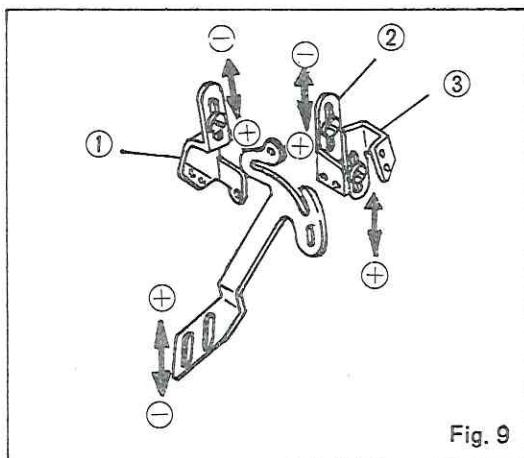

Fig. 9
- Ecrou de tension ① Contrôle le fil de l'aiguille du point surjet
- Ecrou de tension ② Contrôle le fil du boucleur supérieur
- Ecrou de tension ③ Contrôle le fil du boucleur inférieur
- Ecrou de tension ④ Contrôle le fil de l'aiguille de chainette ou le fil de l'aiguille du surjet côté gauche
- Ecrou de tension ⑤ Contrôle le fil du boucleur du point de chainette.
(2) Needle Thread Control Fig. 9
- In case of sewing type 504, 512, & 514, push Thread guide ① and ② to lowest point. And up to highest point for sewing type 503, 505.
- Set Thread Guide ③ in the center of groove
Control hilo-aguja. Fig. 9
Contrôle du fil de l'aiguille Fig. 9